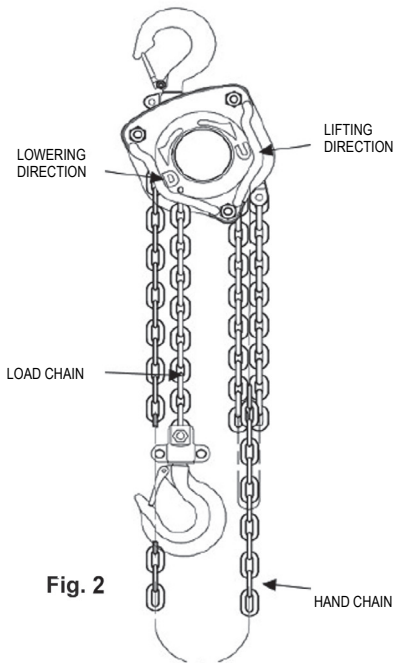

Fig. 2
- Ciągnąć łańcuch ręczny w kierunku podnoszenia (aby skrócić łańcuch) lub w kierunku opuszczania (aby wydłużyć łańcuch). Kierunki podnoszenia / opuszczania („U” / „D”) są wydrukowane bezpośrednio na korpusie wciągnika (rys. 2).